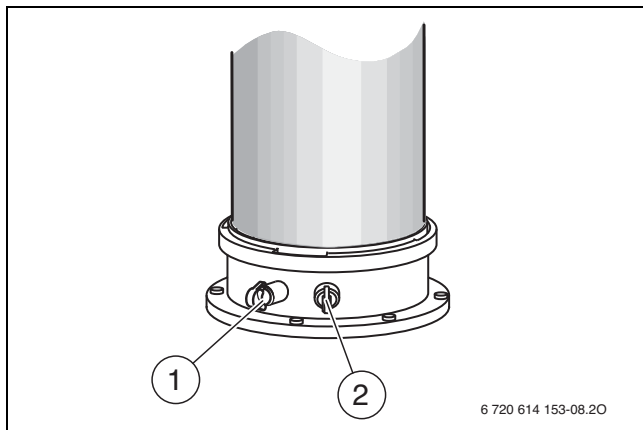

Bild 77 Abgassensstutzen und Verbrennungsluft-Messstutzen
- ▶ Stopfen am Verbrennungsluft-Messsstutzen (→ Bild 77, [2]) entfernen.
- ▶ Stopfen am Abgassensstutzen (→ Bild 77, [1]) entfernen.